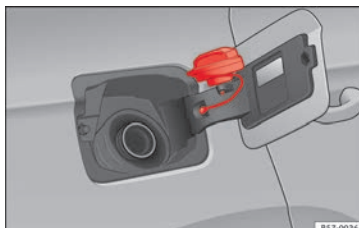

Fig. 60 Trappe à carburant avec bouchon fermé.
- Placez le bouchon dans le logement se trouvant sur la charnière de la trappe à carburant ouverte » **fig. 60**.